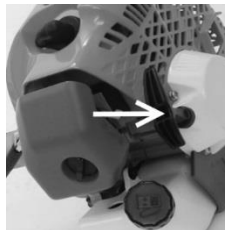

Рисунок 10
- 4.1.6 Придерживайте триммер одной рукой, свободной рукой потяните за ручку стартера до его "зацепления". Несколько раз энергично потяните рукоятку стартера без рывка (рис.10) до первых признаков воспламенения в цилиндре.